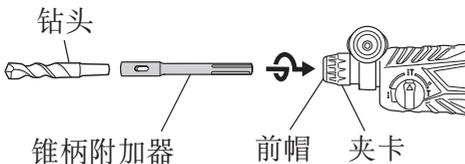
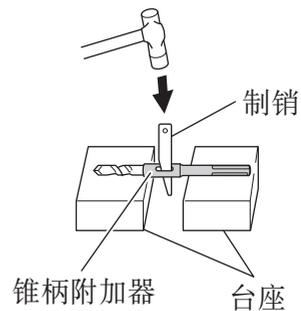

图 15
图 16
- (1) 把锥柄附加器安装在锤钻上。(图 15)
- (2) 把钻头(锤柄)安装在锤柄附加器上。(图 15)
- (3) 接通开关，按预定深度钻开一个孔口。
- (4) 拆卸钻头时，可将制销插入锥柄附加器的缝隙，把钻头放在台座上，用锥子敲打制销头部。(图 16)